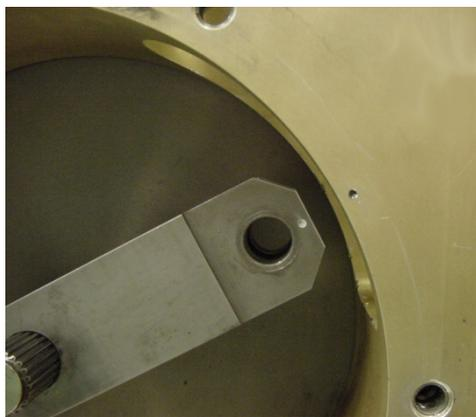

Рис. 5-2. Совмещение меток
6. Временно разместите рычаг на валу клапана примерно в той ориентации, которая показана на рис. 5-2.
9. Если это потребуются, удалите рычаг и снова установите его, соединив рычаг с зубчатыми шлицами вала таким образом, чтобы достигалось наилучшее возможное совмещение меток на поверхности рычага и на корпусе передаточной коробки (см. рис. 5-2). Метка на поверхности рычага должна находиться (в направлении против часовой стрелки) на расстоянии не более 25,4 мм над меткой на корпусе передаточной коробки и (в направлении по часовой стрелке) не более 12,7 мм под меткой на корпусе.
9. Если это потребуется, удалите рычаг и снова установите его, соединив рычаг с зубчатыми шлицами вала таким образом, чтобы достигалось наилучшее возможное совмещение меток на поверхности рычага и на корпусе передаточной коробки (см. рис. 5-2). Метка на поверхности рычага должна находиться (в направлении против часовой стрелки) на расстоянии не более 25,4 мм над меткой на корпусе передаточной коробки и (в направлении по часовой стрелке) не более 12,7 мм под меткой на корпусе.